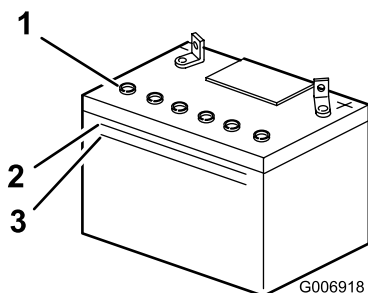

Figura 28
2. Mire hacia el lateral de la batería. El electrolito debe llegar a la línea superior (Figura 28).
**Nota:** No permita que el electrolito esté por debajo de la línea inferior (Figura 28).
3. Retire los tapon de ventilación de la batería (Figura 28).
5. Espere de cinco a diez minutos después de llenar las células de la batería. Añada agua destilada, si es necesario, hasta que el nivel de electrolito llegue a la línea superior (Figura 28) de la caja de la batería.